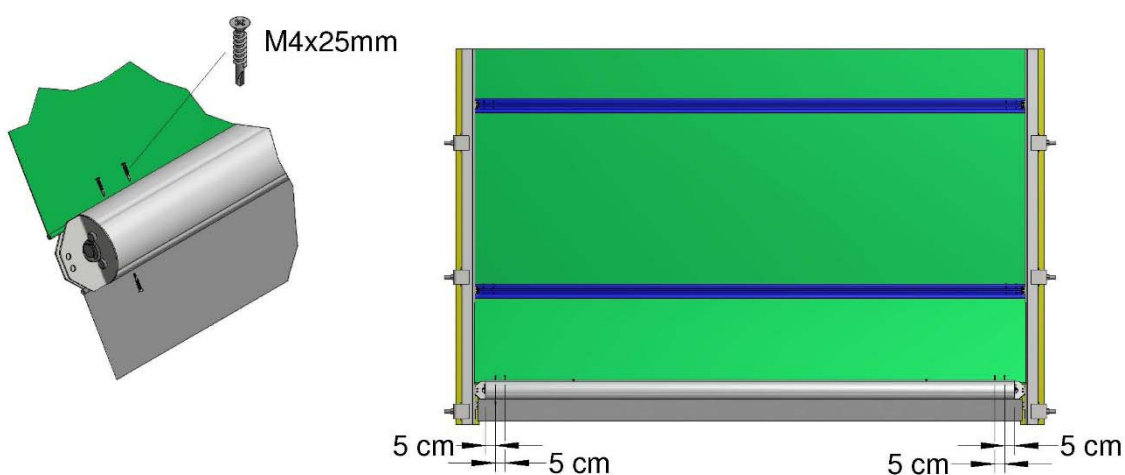

Figure 23 : Tension du panneau inférieur
24. Placez le tube inférieur au centre du panneau inférieur, tendez latéralement et fixez le tout à l'aide des vis à tête fraisée M4x25 comme indiqué en Figure 23 (la première vis doit être placée à 5 cm de l'extrémité du tube inférieur). Répétez ces étapes avec le volet inférieur (S1).